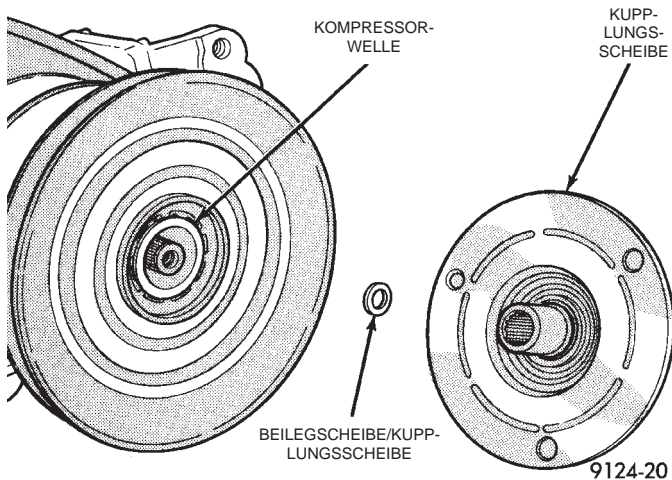

Abb. 7 Kupplungsscheibe und Beilegscheibe
(3) Kupplungsscheibe mit einem Kunststoffhammer von der Verzahnung auf der Kompressorwelle abklopfen und zusammen mit den Beilegscheiben von der Kompressorwelle abnehmen (Abb. 7).